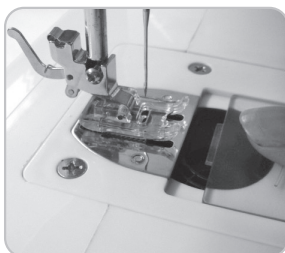

Fig 6
- 2.- Tire de la placa deslizante hacia usted y saque la canilla (Fig.6)
- 2.- Pull the slide plate forward and remove the empty bobbin. (Fig. 6)
- 2.- Puxe pela chapa da agulha na sua direção e retire a canela (Fig. 6)